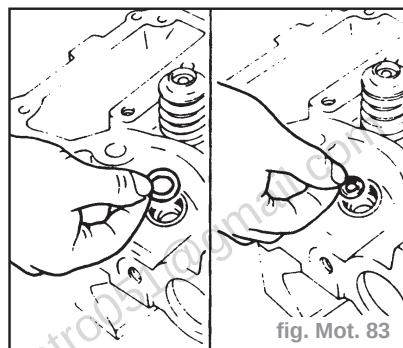

fig. Mot. 83
- Monter une autre bague d'étanchéité sur la douille calorifuge et une rondelle ondulée dans la douille, côté bombé vers le haut (fig. Mot. 83).